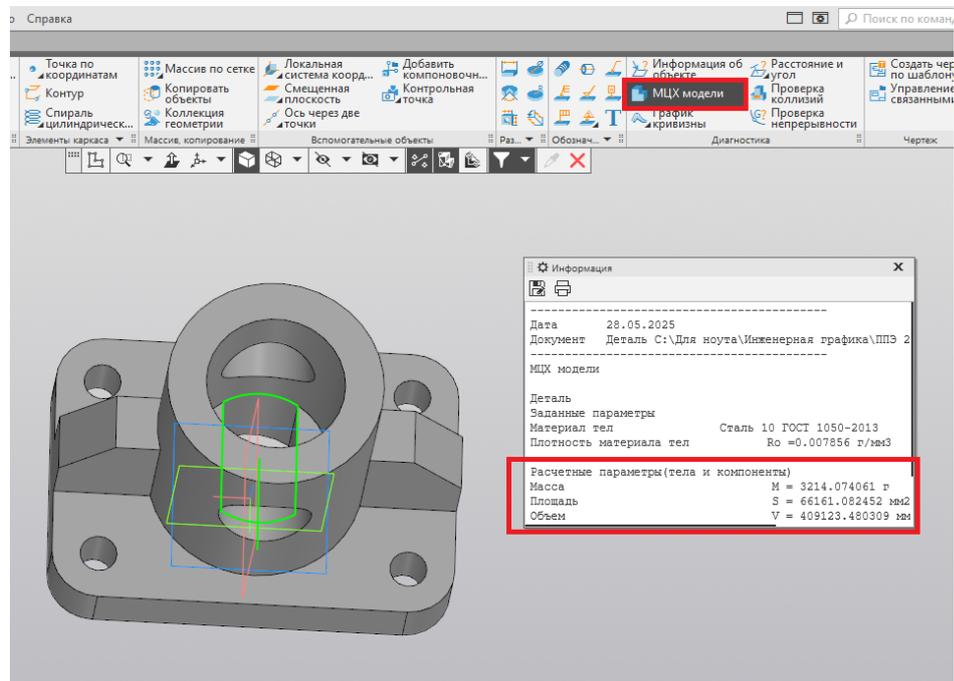

Рис. 164
4. Площадь и объём модели детали получаем при использовании команды «МЦХ модели» (рис. 164).